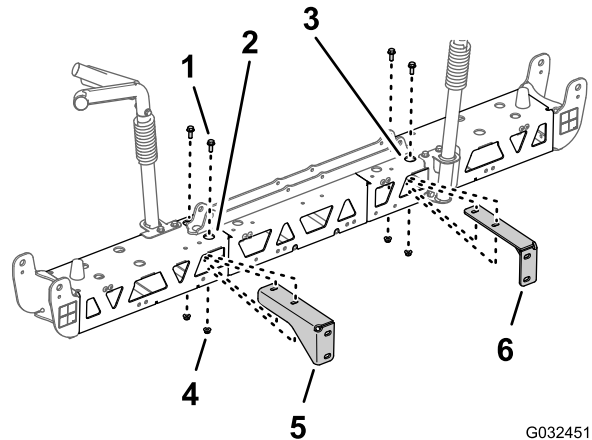

Bild 56
2. Fluchten Sie die Löcher in der rechten Stützhalterung mit den Löchern im rechten Trägerrahmen aus, wie in Bild 56 abgebildet.
vom mittleren Sprühabschnitt (Seite 28) entfernt haben, am rechten Trägerrahmen (Bild 56).
4. Wiederholen Sie die Schritte 2 und 3 für die linke Stützhalterung am linken Trägerrahmen (Bild 56).